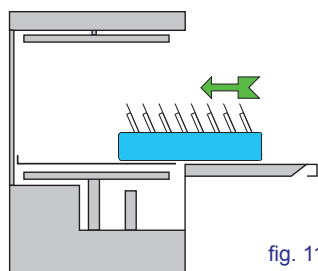

fig. 11
- Inserire il cesto con le stoviglie da lavare. I piatti devono essere inseriti nel cesto correttamente (vedi fig. 11).
- Nelle macchine provviste del selettore (6) - vedi cap. 4, selezionare il tipo di lavaggio.
- Prima di iniziare il ciclo di lavaggio, se non è presente un sistema automatico di dosatura, inserire il detersivo liquido nella vasca. Con l'indicatore di temperatura (e) acceso, premere il pulsante (2) START (vedi cap. 4) per almeno un secondo. Il ciclo viene segnalato dall'accensione della spia del pulsante stesso o dalla spia (c). Al termine del lavaggio viene eseguito il risciacquo a caldo. Lo spegnimento della spia del pulsante (2) START o della spia (c) (vedi cap.4) indica la fine del ciclo. N.B.: A fine ciclo con porta chiusa, le stoviglie non si asciugano. Estrarre il cesto o tenere la porta aperta per permettere la totale evaporazione ed asciugatura delle stoviglie. Per eseguire il raffreddamento bicchieri su macchine provviste del sistema, premere il pulsante (3) - vedi cap. 4 - e tenerlo premuto per massimo 10 secondi, dopo lo spegnimento della spia (c). Dopo questa operazione i bicchieri resteranno bagnati.